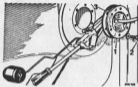

Abb. 1
- (1) Batterieverbindungen lösen.
- (2) Kraftstoff vom Tank ablassen, sofern der Stand höher als die Öffnung des Tankgebers liegt.
- (3) Lage der elektrischen Anschlüsse beachten und Kabel vom Tankgeber abziehen.
- (4) Die sechs Sicherungsschrauben lösen und Tankgeber aus dem Tank heben (Abb. 1).